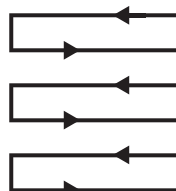

Fig. 27
5. Tondre en suivant des rangées qui se chevauchent légèrement. Le modèle le plus efficace pour tondre les pelouses est la ligne droite parallèle à l'une des bordures. Cela permet de tondre la pelouse en rangées régulières et garantit qu'aucun endroit de la pelouse n'a été oublié (Fig. 27).